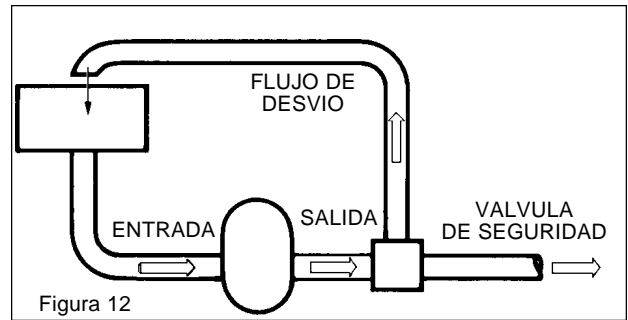

Figura 12
H. Válvula de seguridad (Vea la figura 12)